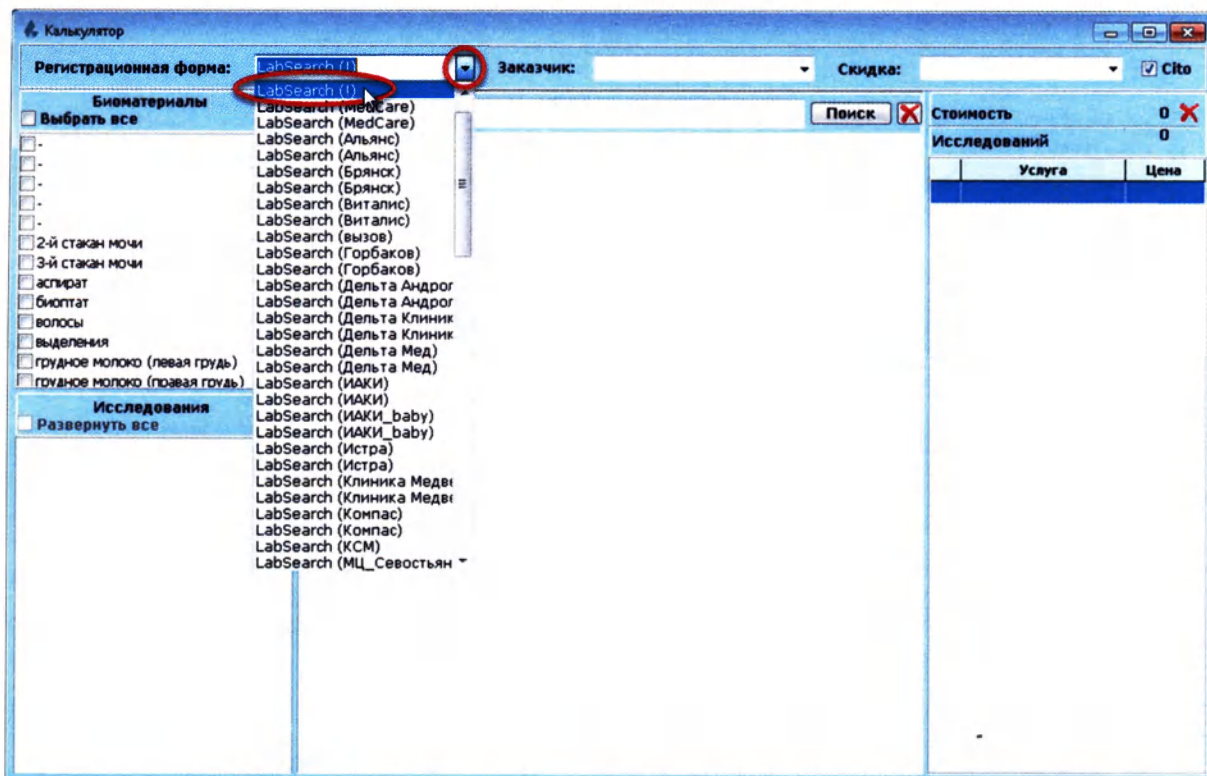

Рисунок 2.4
2. В окне «Калькулятор» из выпадающего списка выберите регистрационную форму, как показано на рисунке ниже (Рисунок 2.4):